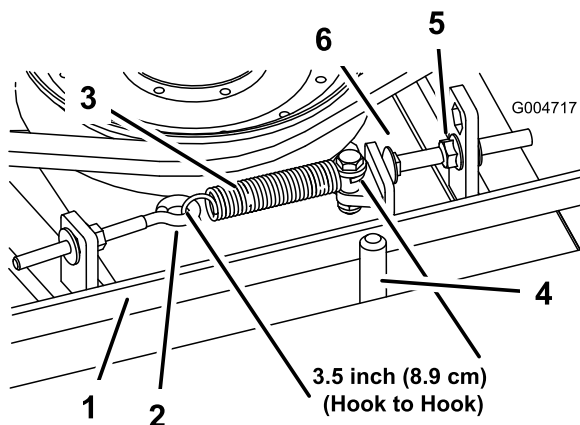

Figure 70
Lorsqu'il est correctement tendu, le ressort d'extension (d'un crochet à l'autre) doit mesurer environ $8,9 \text{ cm} \pm 6 \text{ mm}$ (intérieur). Lorsque le ressort est correctement tendu, ajustez le boulon de butée (boulon de carrossier) jusqu'à obtenir un jeu approximatif de $3,2 \text{ mm} + 1,5/0,0 \text{ mm}$ entre la tête du boulon et le bras de la poulie de tension (Figure 70).
Remarque: La courroie doit être placée du côté ressort du guide (Figure 70).
2. Desserrez le boulon à œil pour pouvoir enlever le ressort d'extension (Figure 70).
3. Desserrez l'écrou à embase qui fixe le boulon de butée à la patte de montage. Reculez l'écrou suffisamment pour que le bras de la poulie de tension passe le boulon de butée (Figure 70). Éloignez la poulie de tension de la courroie pour détendre cette dernière.
8. Raccrochez le ressort d'extension (Figure 70) au boulon à œil et tendez la courroie comme suit :